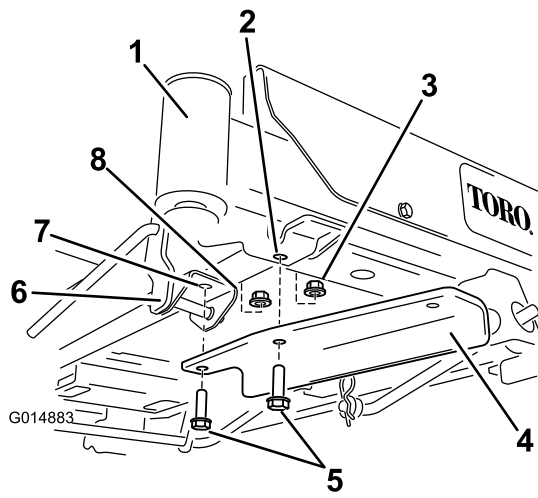

Figure 7
- Les machines avec pédale d'aide au relevage n'utilisent pas les rondelles. À la place, retirez les fixations avant dans le support de la pédale d'aide au relevage. Fixez le support avec deux boulons et deux contre-écrous (Figure 7). Un contre-écrou provient des pièces détachées et l'autre a été déposé précédemment et est réutilisé.